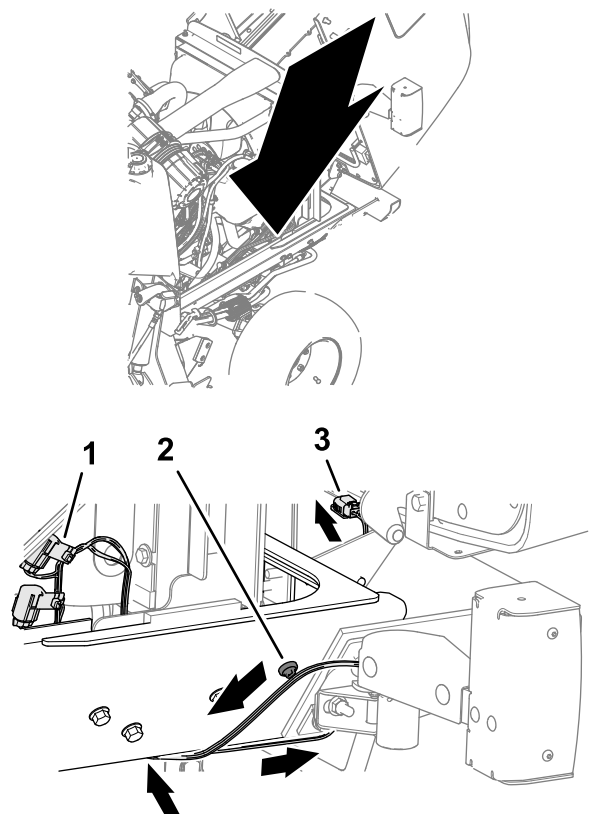

Figure 56
3. Appliquez l'ancre de faisceau magnétique sur le longeron du cadre (Figure 56).
4. Faites passer le connecteur à 2 douilles (branche de l'éclairage de la plaque d'immatriculation) du faisceau du feu gauche sous le capot et vers l'intérieur (Figure 56).
- Acheminez le connecteur à 4 douilles étiqueté LH REAR LIGHT le faisceau de la machine sous le longeron gauche du cadre et vers l'avant (Figure 56).